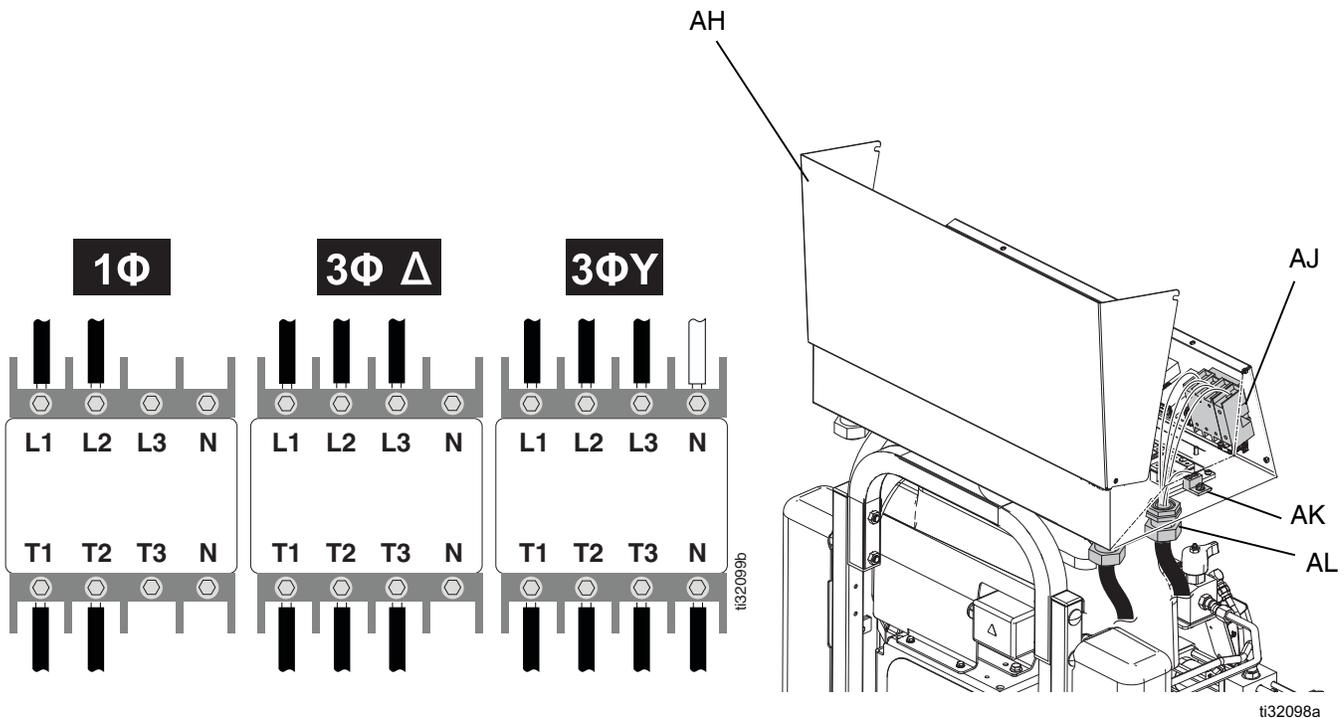

FIG. 8 : Raccordement des fils d'alimentation entrants
2. Tournez l'interrupteur d'alimentation principale (CE) sur OFF (Arrêt).
3. Ouvrir la porte du boîtier électrique (AH) en desserrant les boulons (BH) et en relevant la porte. Voir la FIG. 8.
4. Faites passer le cordon d'alimentation dans le passe-fils du cordon d'entrée électrique (AL) dans le coffret électrique (C). Serrer l'attache du cordon électrique (AL). Voir la FIG. 8.
5. Raccordez les fils d'alimentation entrants aux cosses débranchables principales (AJ) et à la cosse de mise à la terre principale (AK) comme illustré à la FIG. 8. Serrez au couple de 6,2 N•m. Tirez doucement sur tous les branchements pour vérifier qu'ils sont correctement installés.
- a. **230 V, monophasé** : À l'aide d'une clé Allen de 5/32 ou 4 mm, branchez deux cordons d'alimentation sur L1 et L2. Raccordez le vert à la terre (AK).
- b. **230 V, triphasé** : À l'aide d'une clé Allen de 5/32 ou 4 mm, branchez trois cordons d'alimentation sur L1, L2 et L3. Raccorder le vert à la terre (AK).
- c. **400 V, triphasé** : À l'aide d'une clé Allen de 5/32 ou 4 mm, branchez trois cordons d'alimentation sur L1, L2 et L3. Raccorder le fil neutre sur N. Raccorder le fil vert sur la cosse de mise à la terre (AK).
6. Vérifiez que tous les éléments sont correctement branchés comme illustré à la FIG. 8. Fermez la porte du coffret électrique (AH) et serrez les boulons (BH).